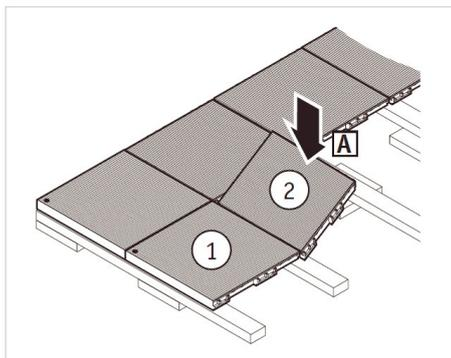

Рис.9 Укладка кассет последующих рядов
- каждую дополнительную кассету (№3, №4, ..... и т.д.) необходимо под наклоном приставить к соответствующей кассете предыдущего ряда таким образом, чтобы она прилегла именно при отжатии еще к замковым выступам монтажных зажимов (рис. 9).